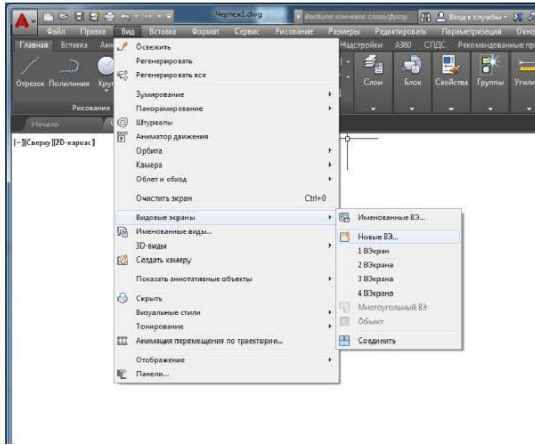
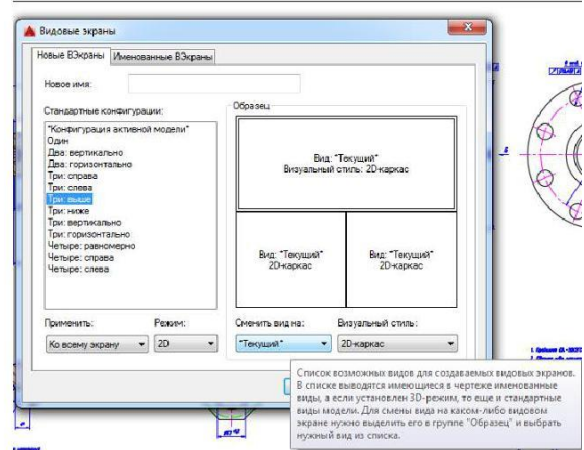

Рис. 9
Рис. 10
14. Сейчас в графической зоне AutoCADa по умолчанию открыт единственный видовой экран, полностью занимающий окно. Чтобы создать **дополнительные видовые экраны**, выберите в меню пункт *Вид* \square *Видовые экраны*. Появится подменю со стандартными вариантами компоновок (рис. 9), в котором выберите пункт "Новые ВЭ...". В открывшемся окне просмотрите имеющиеся варианты компоновки видовых экранов и сделайте выбор, аналогичный рис.10.
15. Настройте изображения в 3-х видовых экранах, используя именованные виды: поочередно делайте окна активными, щелкнув на них мышкой. С помощью списка видов, открывающегося нажатием кнопки "Сменить вид на:" (рис.10), установите в одном экране общий вид, а в остальных – отдельные фрагменты. Нажмите "ОК".